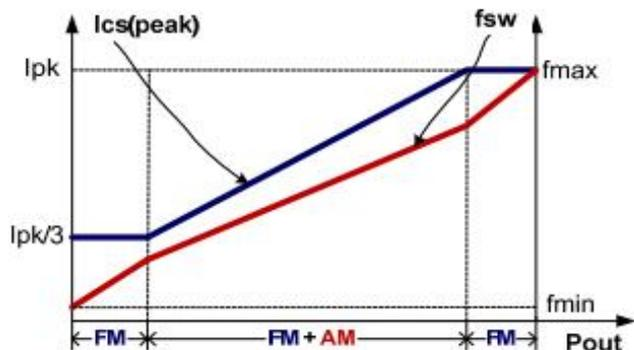

Fig.4
为了满足平均系统效率和空载功耗的严格要求, U6772SH 芯片采用了调频 (FM) 和幅度调制 (AM) 混合, 如图 4 所示。在满载的情况下, 系统以 FM 模式运行。在正常轻负载条件下, IC 工作在 FM + AM 模式, 以实现出色的调节和高效率。当系统接近零负载时, IC 再次在 FM 中工作, 以降低待机功耗。